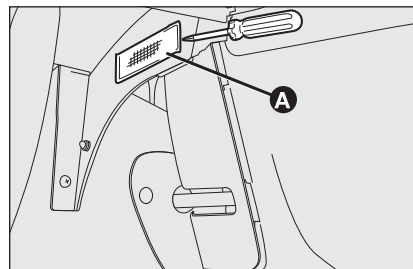

fig. 43
- à l'aide du tournevis fourni, enlever le plafonnier **A-fig. 43** en agissant sur le point indiqué.